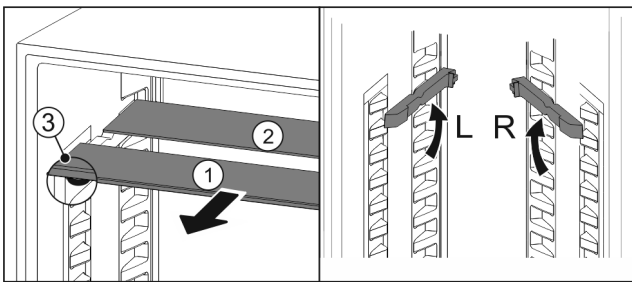

Fig. 174
- Sortir les tablettes par l'avant Fig. 174 (1).
- La tablette en verre Fig. 174 (1) avec bordure décorative est située à l'avant.
- Les butées Fig. 174 (3) sont orientées vers le bas.